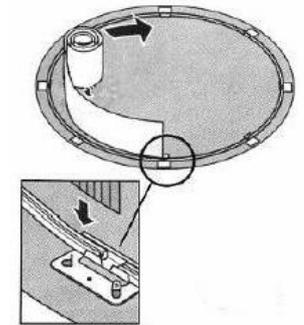

fig. 16
a) Cominciare a srotolare la parete, mettendola nelle guide inferiori (PCA), (fig. 16). Il principio della parete deve collocarsi sulla placa base (T1) il più centrato possibile, così, quando il circolo sarà chiuso e le viti a posto, questi saranno nascosti dalla colonna.